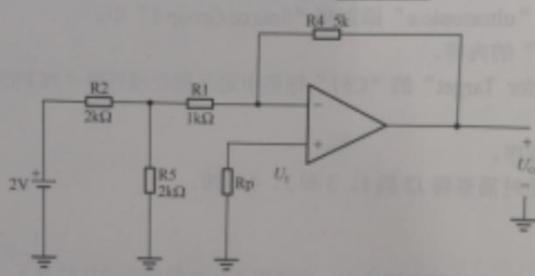

图 4.29 运放电路
(9) 图 4.29 所示运放电路中电路的输出电压  $U_O$  为\_\_\_\_V。